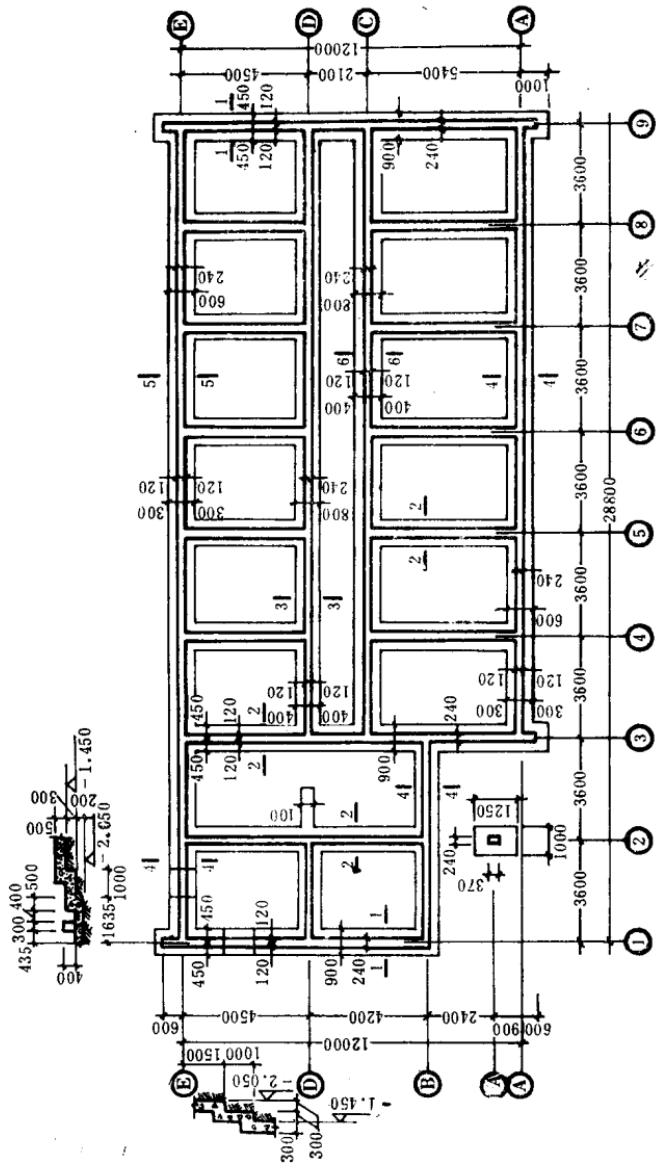
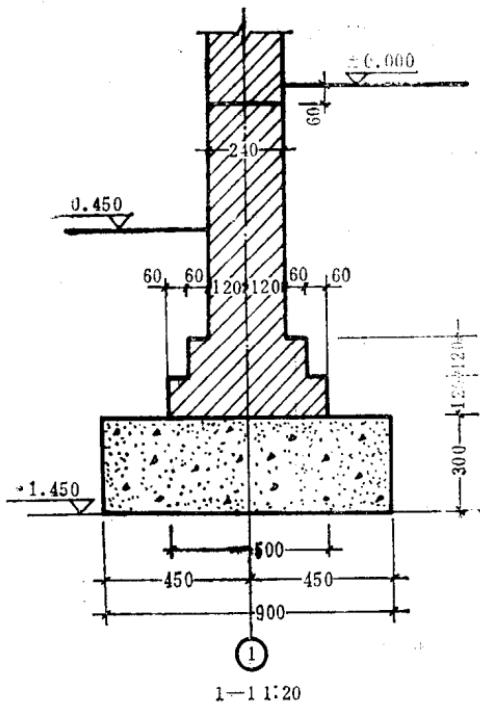

图 1-1 民用建筑基础平面图
图 1-2 条形基础图
(1) 如图1-1所示的基础平面图，从这张图中可以看出，该房屋绝大部分的基础属于条形基础，只是门前⑩—②柱的基础是单独基础。
(2) 轴线两侧的粗线是墙的边线，墙边线两侧的细实
为了表明基础的具体构造做法，在平面图上将不同构造部位用剖切线标志出来，如图1-1的1-1~5-5的剖面。图1-2是条形基础1-1的剖面详图。
看详图时，首先要弄清楚剖面图在平面图上的剖切位置，然后再细看其构造做法和尺寸要求。从图1-2中可以看到，基础的垫层用混凝土做成，其高度为300mm，宽度为900mm，在垫层上面是两层大放脚，每层高为120mm，即砌两皮砖。大放脚宽度为500mm，每层每侧缩进60mm，基础墙厚度为240mm，室内地面标高为±0.000，室外地面标高为-0.450m，基础底面标高为-1.450m。另外还可以看到防潮层离室内地面为60mm，轴线到槽边线的距离为450mm，轴线到墙边线的距离为120mm等。